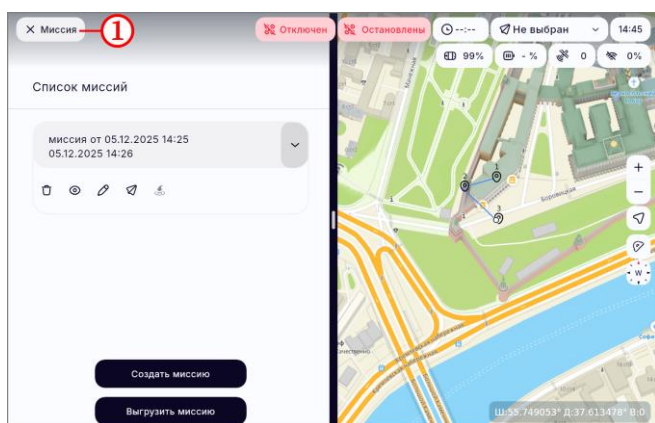

Рисунок 56
- закрыть меню управления миссиями по нажатию кнопки  (рисунок 56, шаг 1);